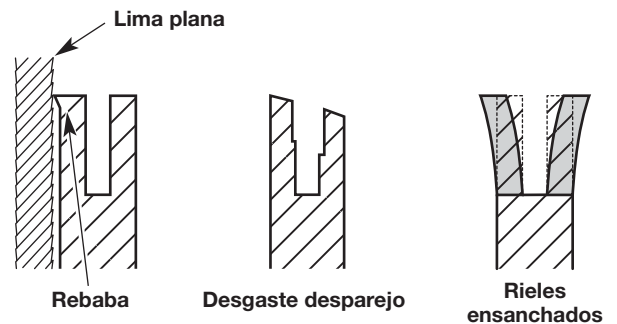

Fig. 46
3. Controle frecuentemente si hay daño en la barra de guía (Fig. 46). El biselado y desbarbado de los carriles de la barra de guía (los rebordes a ambos lados de la canaleta de la barra) es un proceso normal del desgaste de la barra. Estas fallas deben corregirse con una lima tan pronto ocurren (Fig. 46). Una barra de guía con las fallas siguientes debe ser reemplazada: